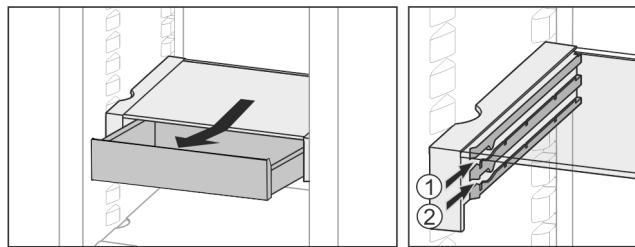

Fig. 32
- Introduceți la înălțimea dorită Fig. 32 (1) sau Fig. 32 (2).